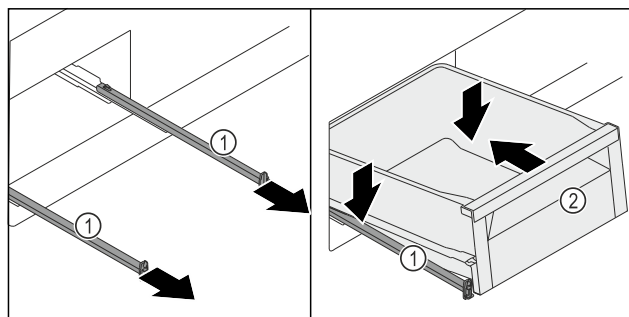

Fig. 259
- Vedä kiskot Fig. 259 (1) ulos.
- Pidä kiskoista Fig. 259 (1) kiinni ja aseta säilytyslokero Fig. 259 (2) kallistettuna ylhäältä kiskoja Fig. 259 (1) päälle.
- Työnnä säilytyslokero Fig. 259 (2) kiskoja Fig. 259 (1) pitkin taakse rajoittimeen saakka.